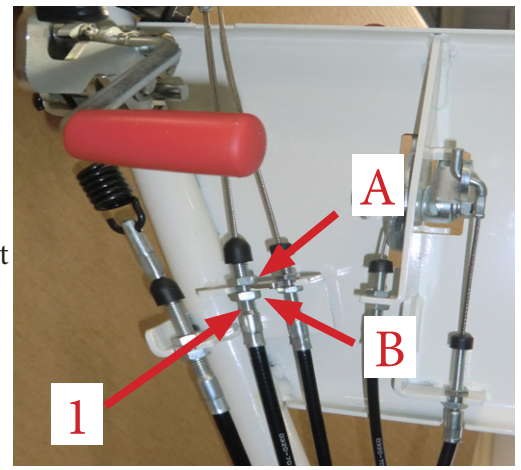

Bild 20
- Wenn die Maschine nicht fährt oder der Antriebskeilriemen durchrutscht, stellen Sie den Antriebskupplungsbowdenzug (Bild 20 Pos.1) wie folgt ein:
Lösen Sie die Muttern (Bild 20 Pos. A & B) und erhöhen Sie die Spannung, ziehen Sie die Muttern A & B wieder an. Führen Sie einen Funktionstest durch.